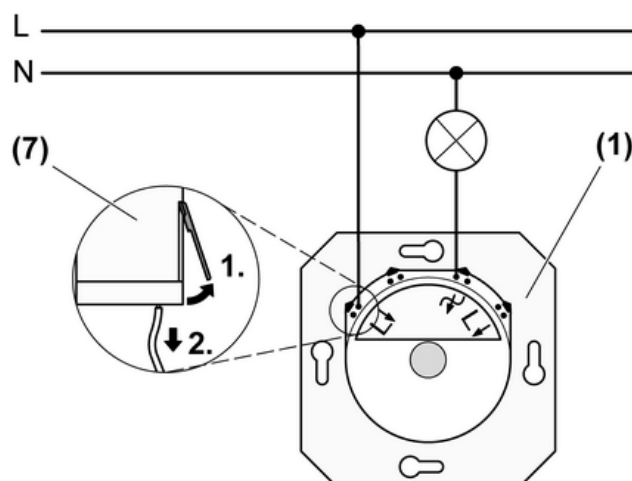

Рис. 2: Схема подключения
(1) Диммер
(7) Подключение соединительного кабеля к клемме с зажимным рычажком
- Подключите диммер в соответствии со схемой (Рис. 2)